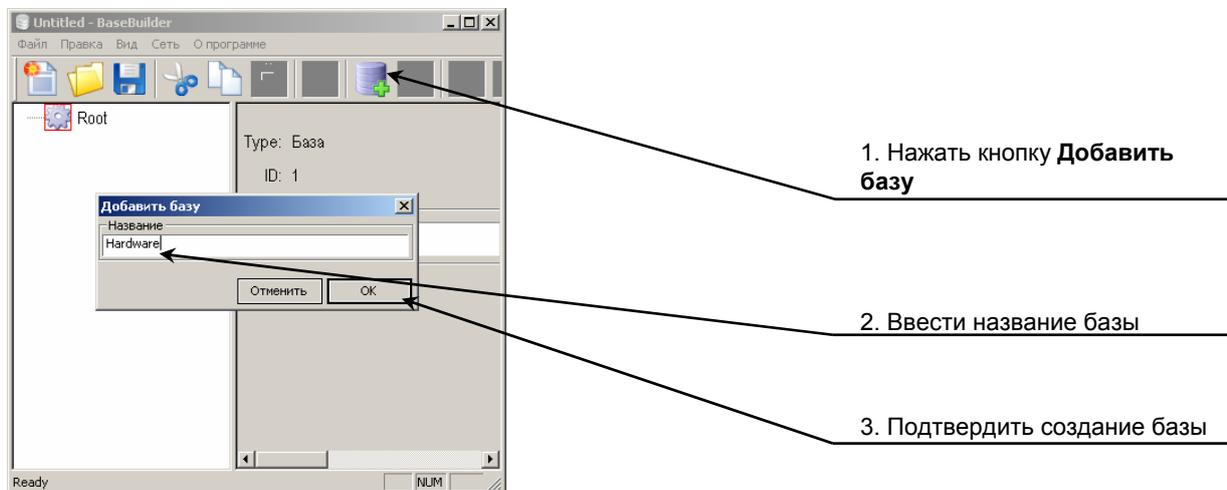

Рисунок 5.1 – Создание базы «Hardware»
2. В появившемся окне создать базу с названием «Hardware» (рисунок 5.1).